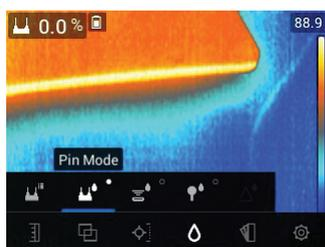

Figure 7.9 Sélection du mode Avec broche dans le menu
1. Sélectionnez le mode Avec broche dans le menu (*mode Humidité/mode Avec broche* ; voir **Figure 7-9** ci-dessus).